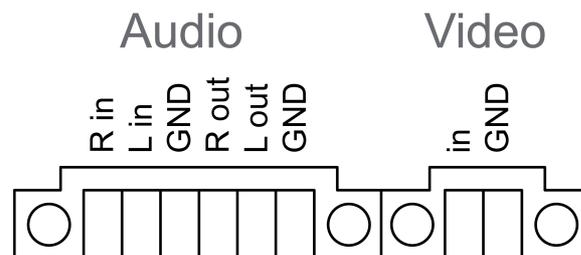

Figura 6: Configurazione collegamenti audio e video
- Collegare al morsetto (33) la tensione di rete **L** e **N**.
- Control 9 KNX: collegare al morsetto (31) il cavo bus KNX.
- Collegare al morsetto (35) i dispositivi audio (figura 6).
- Collegare al morsetto (36) il dispositivo video (figura 6).